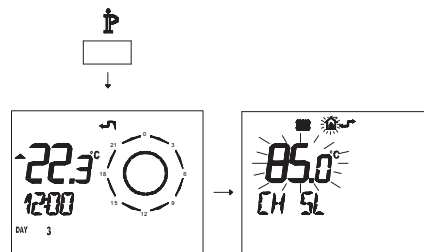

Figura 5.34
- Pulse durante más de 3 segundos el botón  $\text{P}$  para entrar en la modalidad *INFO* (Figura 5.34).